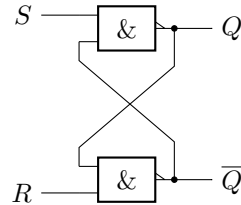

Abbildung 2: RS-Flip-Flop
- Machen Sie sich die Funktionsweise des RS-Flip-Flops in Abbildung 2 klar.